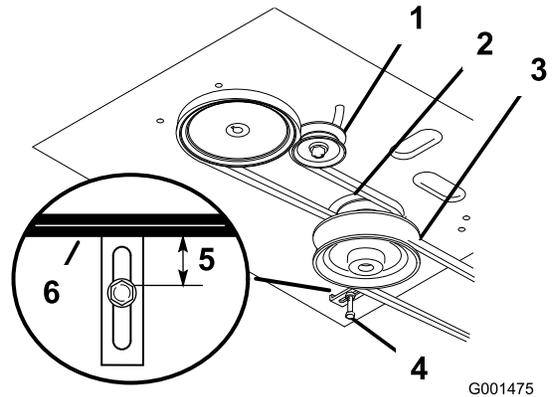

Figure 49
- Vérifiez que le guide de courroie sous le bâti du moteur est réglé correctement (Figure 49).
Remarque: Le guide de courroie et la courroie du tablier de coupe doivent être espacés de 19 mm (3/4") quand la courroie est engagée (Figure 49). Réglez la courroie du tablier de coupe au besoin. La courroie désengagée ne doit pas traîner ni tomber de la poulie quand les guides et la tension de la courroie sont réglés correctement.